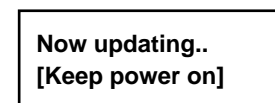
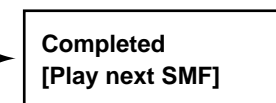

fig. 5
fig. 6
- If the value is correct press the [REC] button. Be sure never to cut off the power while the display in Fig.5 appears. When loading one file ends, the display in Fig.6 appears.
- 値が正しければ、[REC]ボタンを押します。Fig.5が表示されている間は、絶対に電源を切らないでください。1つのファイルのロードが完了すると、Fig.6が表示されます。
- Load the files one at a time, in sequence from vvv_02.MID to vvv_14.MID and repeat steps (5) through (7) from the procedure.
- Once all files have been loaded, the display in Fig.6 appears. Turn the power off and then to make the factory resetting. Reload the user data from backup copy.
- 全てのファイルのロードが終了したとき、画面にはFig.6が表示されています。いったん電源を切り、ファクトリーリセットを実行します。バックアップしておいたユーザーデータを再ロードします。